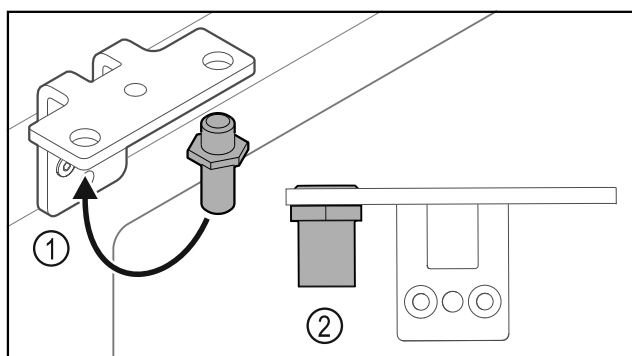

Fig. 33
- ▶ Sworznie Fig. 33 (1) przłożyć do zawiasu.
- ▶ Sworznie Fig. 33 (2) dokręcić z **momentem obrotowym 12 Nm**.